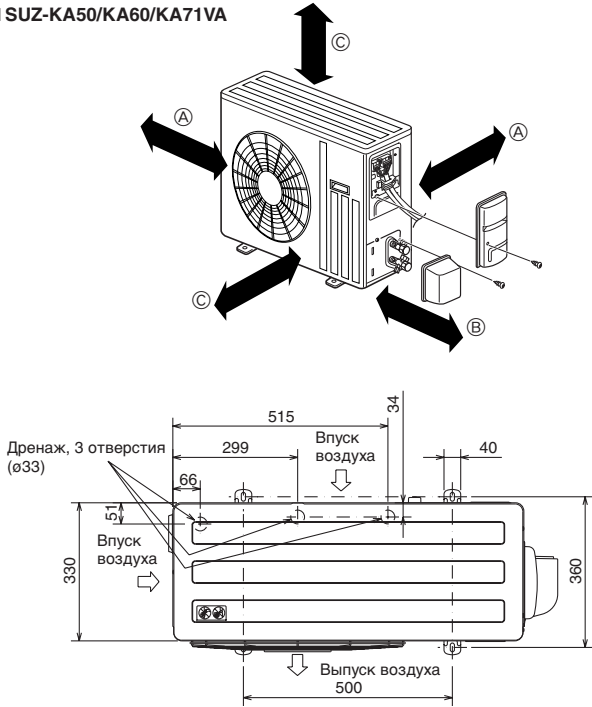

Рис. 3-1
3.1. Наружный прибор (Рис. 3-1)